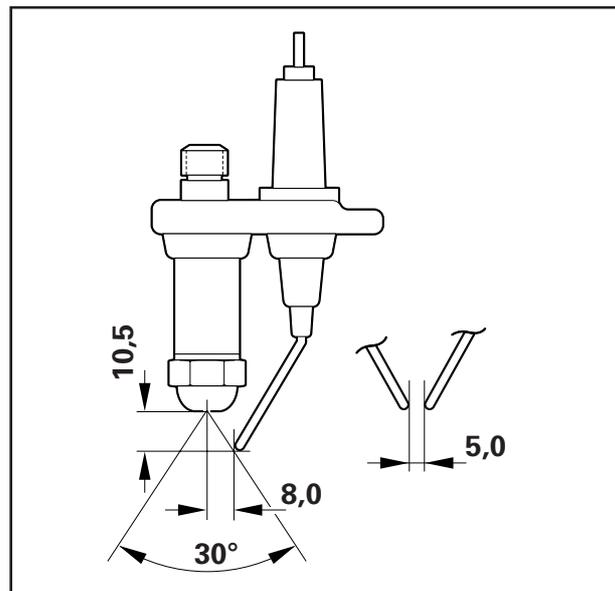

Bild 85 Abstände der Zündelektroden
9. Elektrodenspitzen zueinander und zur Düsenbohrung mit einem Messschieber wie in Bild 85 dargestellt ausrichten, ggf. die Elektrodenspitzen mit einer geeigneten Flachzange vorsichtig biegen.